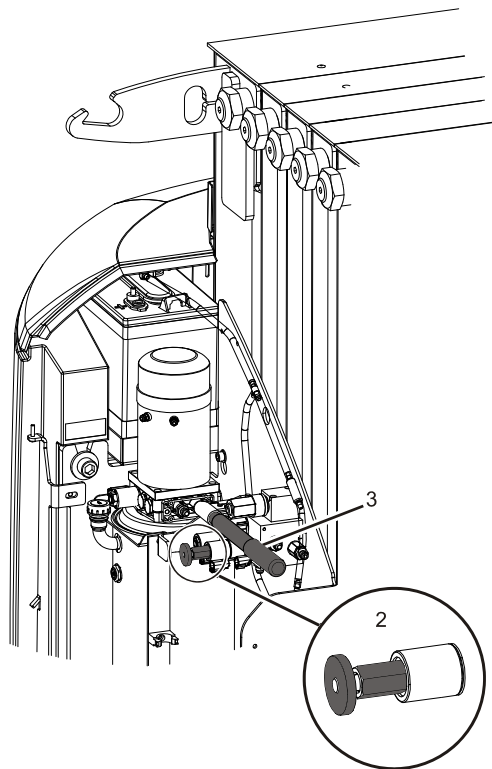

Рис. 3-8. Рабочие устройства ручного поворота
- распределительный клапан (2), расположенный на главном блоке распределительных клапанов (см. рис. 3-8);
- ручной насос (3), расположенный на главном блоке распределительных клапанов (см. рис. 3-8.).